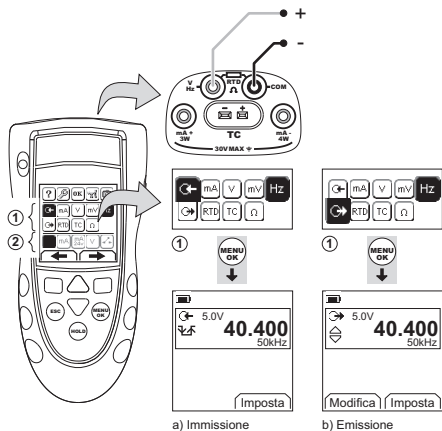

Figura 6: Esempio di configurazione – per misurare/emettere Hz o Impulsi
1. Collegare lo strumento (Figura 6) e, se necessario, modificarne il Setup (Tabella 1).